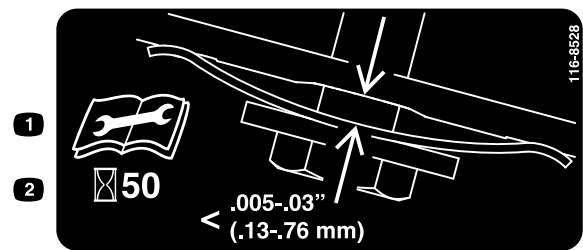

Figura 35
3. Sujete una galga ajustada a entre 0.13 mm y 0.76 mm (0.005" y 0.03") contra el tabique y deslícela hacia abajo por detrás del muelle tensor de la correa; consulte Figura 35.